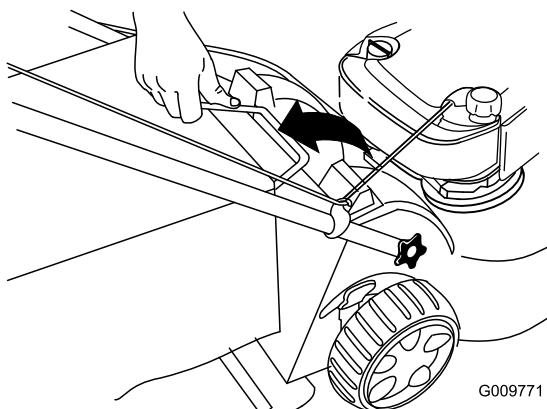

Figura 33
- Sollevate la maniglia del cesto di raccolta estraendola dalle scanalature presenti sulla parte superiore della macchina e staccate il cesto dalla macchina (Figura 33).